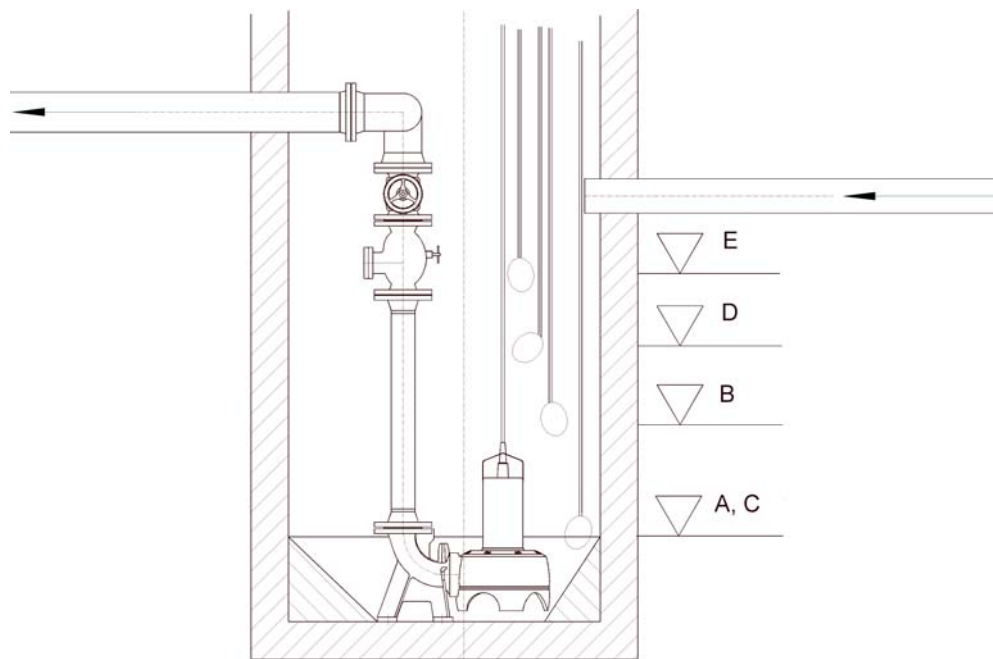

Fig 2
- Vattenståndet fastställs på elektrisk väg med hjälp av nivåvippor (fig. 2)